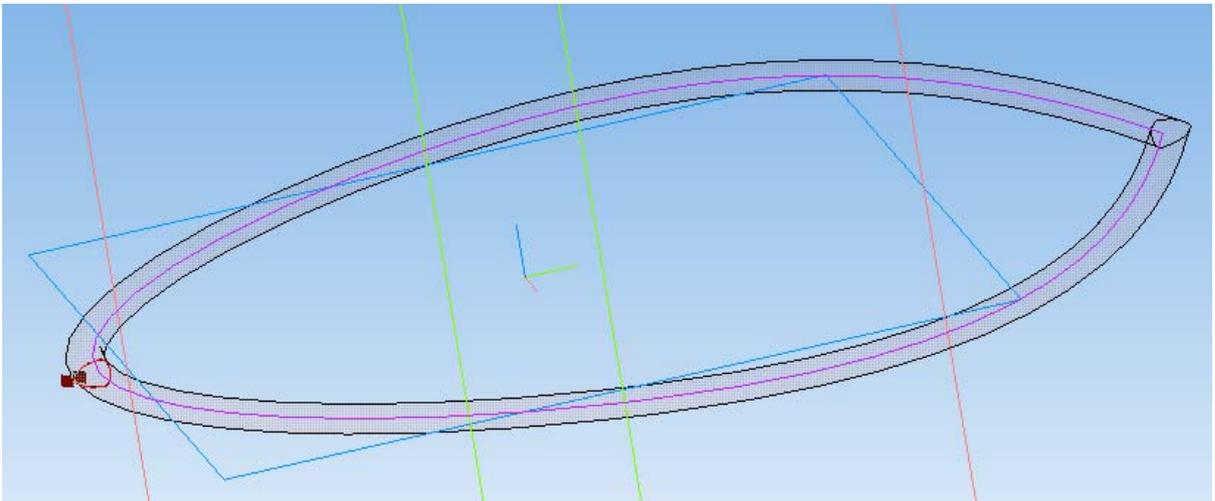

Рис. 102. Предполагаемый результат выполнения кинематической операции
3. Выбираем кинематическую операцию (кнопка ). В нижней панели параметров операции сначала нажимаем кнопку  «Сечение» и в рабочем окне или в дереве проекта выбираем эскиз сечения. Затем нажимаем в нижней панели кнопку  «Траектория» и выбираем в рабочем окне или в дереве проекта эскиз траектории. Предполагаемый результат сразу проявится в рабочем окне (рис. 102).